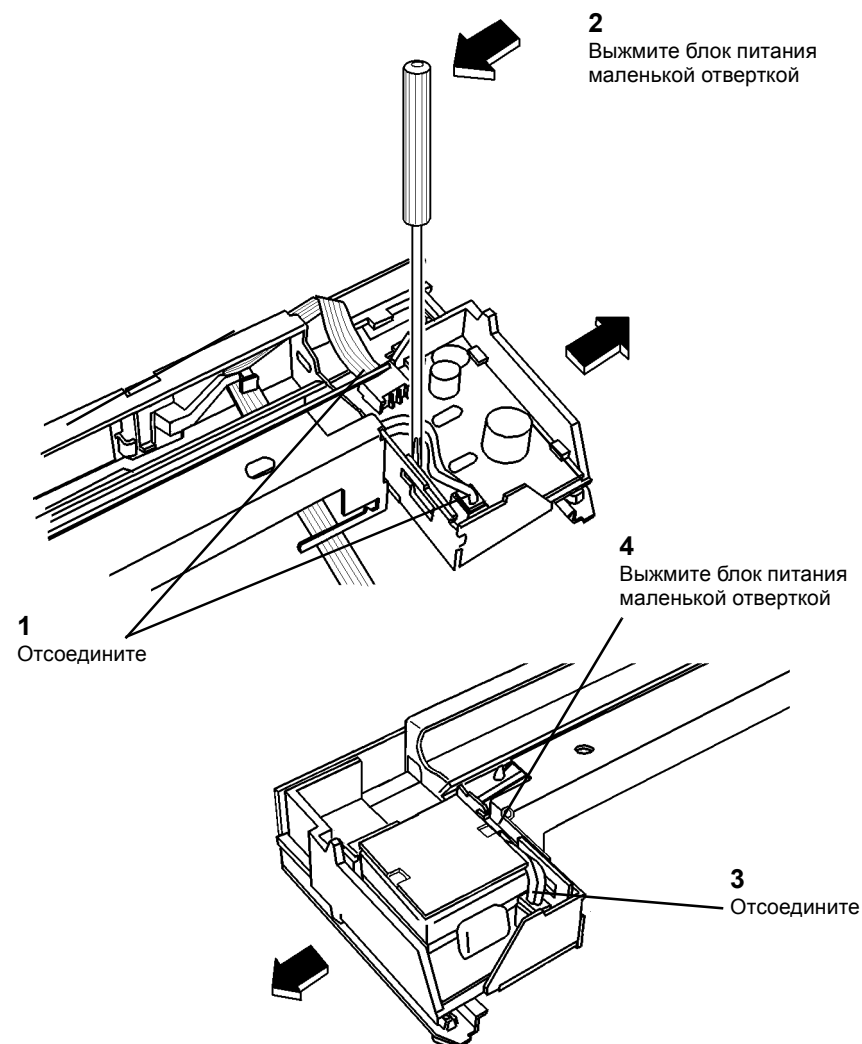

Рисунок 1 Снятие блока питания лампы экспонирования
6. Снимите блок питания лампы экспонирования (Рисунок 1).